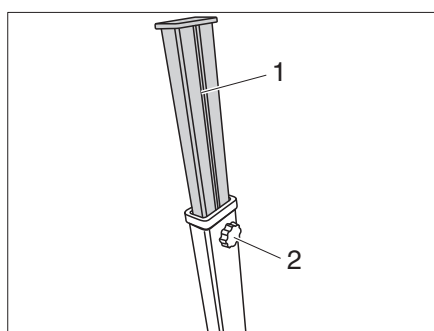

Figure 37 Régler les pieds de table
- Ouvrir la vis étoile (Figure 37, 2) du pied de table correspondant et tirer sur la rallonge (Figure 37, 1).
- Après avoir atteint la rallonge souhaitée, serrer la vis étoile (Figure 37, 2).
- Escamoter la rallonge (Figure 37, 1) au niveau de tous les pieds de table et sécuriser avec la vis étoile (Figure 37, 2).